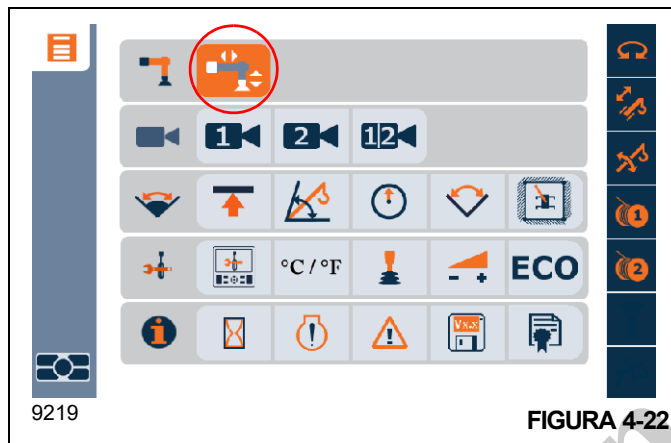

FIGURA 4-22
O ícone da função Extensão/retração dos estabilizadores (Figura 4-22) no Grupo de estabilizadores é usado para estender e retrair as vigas e os macacos do estabilizador.
Usando o Botão rotativo (3), selecione o ícone da função Extensão/retração do estabilizador (Figura 4-22), então pressione o Botão rotativo (3).
Usando os Botões de seta (5), selecione o ícone da função Extensão/retração do estabilizador (Figura 4-22), então pressione o Botão OK (6).